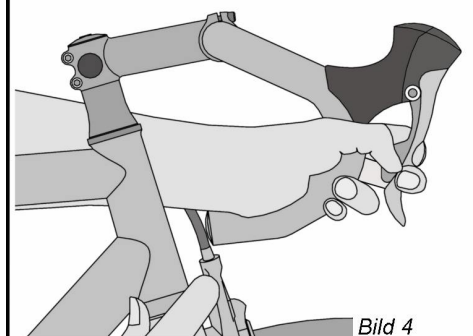

Bild 4
- Überprüfen Sie die Spielfreiheit des Steuerlagers: Ziehen Sie dazu die Vorderradbremse, ertasten Sie mit der rechten Hand den Spalt zwischen Gabelschaft und unterem Steuerlager, **Bild 4**.